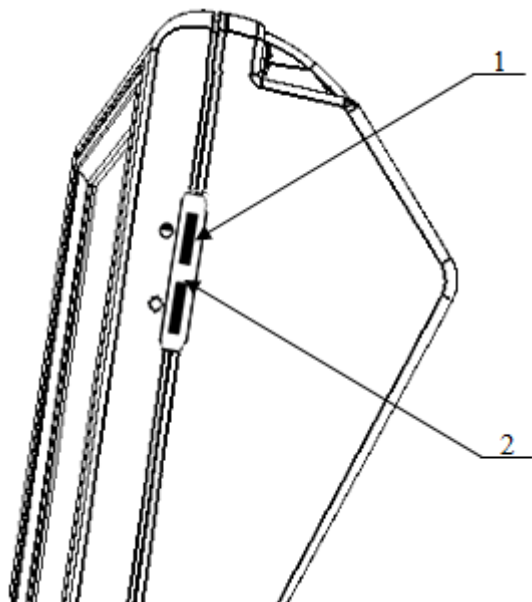

Рисунок 4. Панель настройки дисплеев POS-терминала
Для настройки яркости дисплея кассира и контрастности дисплея покупателя предназначены ролики, расположенные с внешней стороны дисплея (смотрите рисунок 4). Настройка контрастности и яркости осуществляется прокручиванием роликов вниз (уменьшение) или вверх (увеличение) до достижения наиболее приемлемой для работы контрастности или яркости дисплеев.
2. Панель настройки дисплеев (подробнее смотрите рисунок 4).